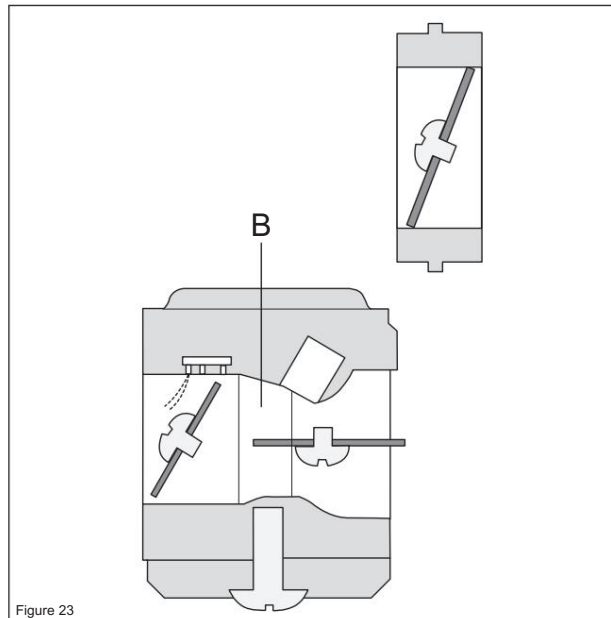

Figure 23
Le venturi mélangeur (B) abrite les gicleurs du starter, du papillon des gaz et du diffuseur. Ici, l'air est mélangé au carburant pour donner un mélange carburant / air qui peut être enflammé par l'étincelle d'allumage. (voir figure 23)